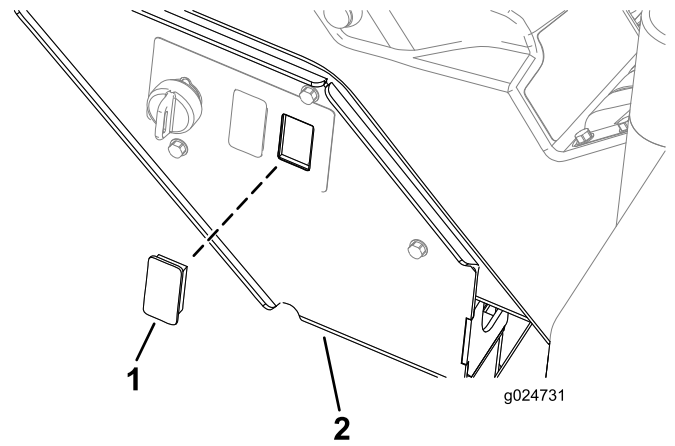

Figura 42
1. Retire el tapón del orificio del interruptor de las luces de emergencia del panel de control de la chapa de montaje de la consola lateral (Figura 42).